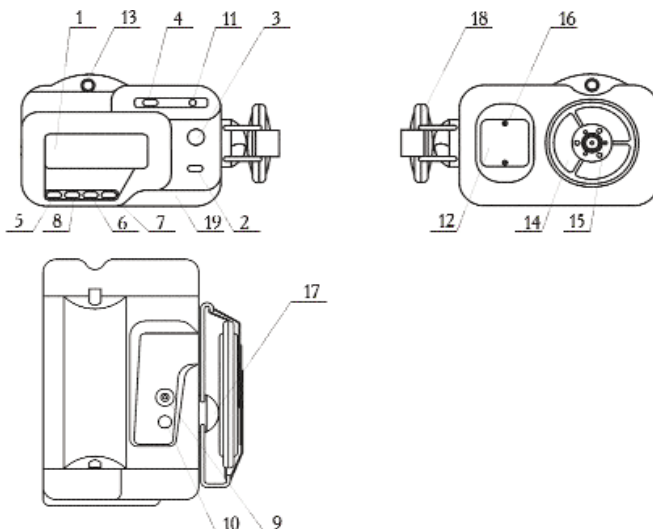

Рис.2
а) Включить прибор однократным нажатием на кнопку "Режим" поз.3 рис.2. При этом:
- коротко мигнет индикатор "ПИТАНИЕ" поз.11 рис.2 (если индикатор не гаснет, необходимо заменить элементы питания);
- жидкокристаллический индикатор поз.1 рис.2 примет вид;
б) Предварительное прицеливание производится через видоискатель поз.13 рис.2, при необходимости точного прицеливания включается лазерный целеуказатель и на объект наводится пятно лазера (С-500.1).
Включение лазерного целеуказателя производится однократным нажатием на кнопки "ЛЦУ" поз.4 рис.2 (повторное нажатие кнопки "ЛЦУ" приведет к выключению лазерного целеуказателя (С-500.1).
в) Нажать кнопку "Измерение" поз. 10 рис.2. При этом ЖКИ имеет вид:
Запись температуры в память прибора производится в режиме "ИЗ-МЕРЕНИЕ" однократным нажатием в течение 1...2 с кнопки "Память" поз.9 рис.2. При этом ЖКИ имеет вид: